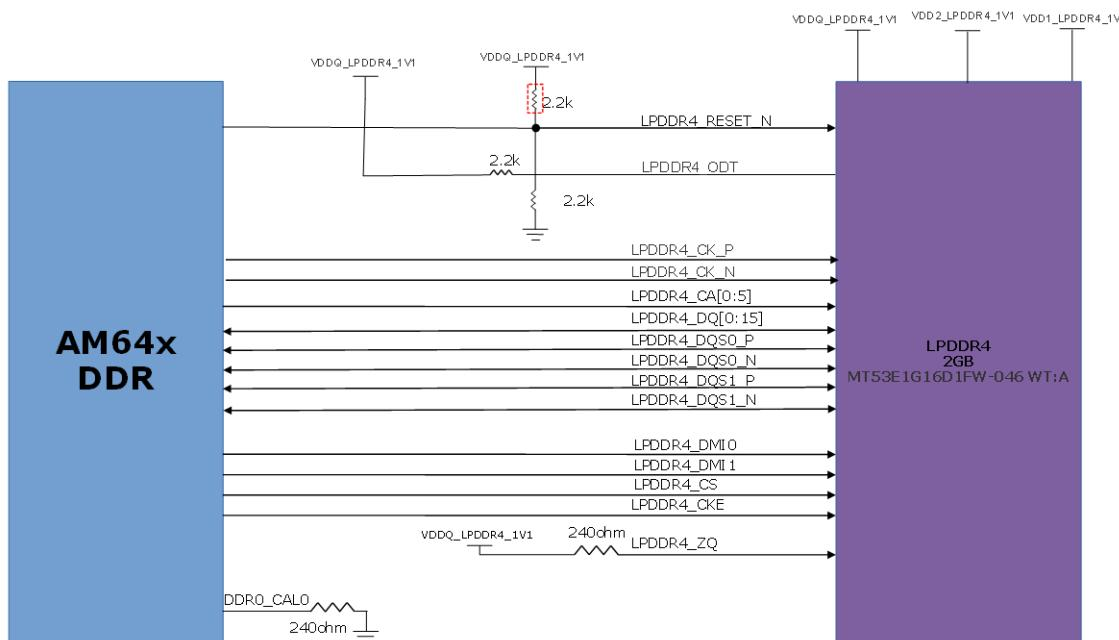

図 2-14. LPDDR4 インターフェイス
ODT (オン ダイ 終端) は、DQ、DQS、DM_n 信号に適用されます。このデバイスは、3 種類の ODT モードを提供できます。規定値、ダイナミック、および終端値付きパーク: RTT (Park)、RTT (NOM)、および RTT (WR)。図 2-14 に LPDDR4 と AM64x 間の DDR インターフェイスを示します。